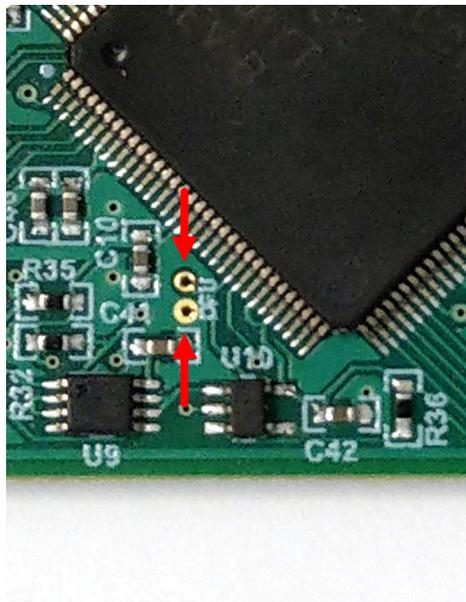

图 3-3. 用于手动进入 DFU 模式的测试点
- 使用一对镊子（或导线）短接标记为 *DFU*（如图 3-3 所示）的两个测试点时，按下并松开 RESET 按钮。